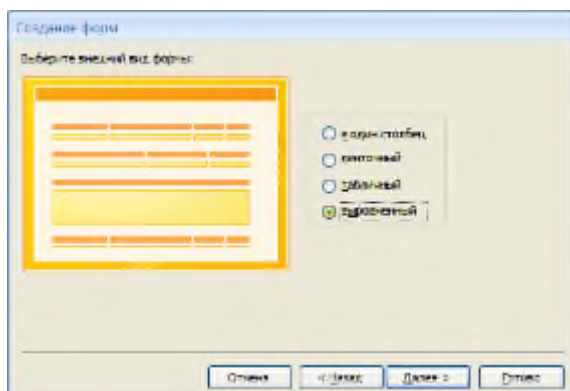

Рис.3 Внешний вид формы
8. Выбираем тип «Выровненный» и нажимаем кнопку «Далее» (Рис.3)